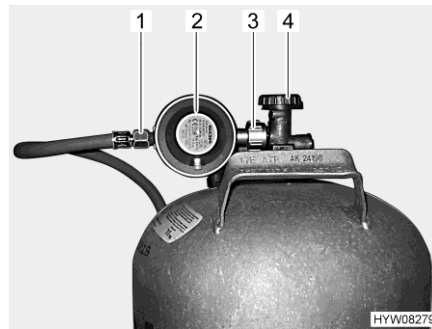

Fig. 124 Conexión de la bombona de gas
- Cerrar la llave de paso principal (Fig. 124,4) de la bombona de gas. Observar el sentido de la flecha.
- Retener el regulador de presión de gas (Fig. 124,2) y abrir la tuerca moleteada (Fig. 124,3) (por lo general, rosca a la izquierda).
- Retirar el regulador de presión de gas con la goma del gas (Fig. 124,1) de la bombona de gas.
- Colocar el regulador de presión de gas (Fig. 124,2) con goma del gas (Fig. 124,1) en la bombona de gas y apretar la tuerca moleteada (Fig. 124,3) (por lo general, rosca a la izquierda). **No** apretar demasiado firmemente.